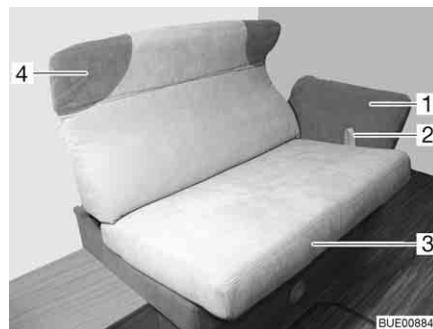

Fig. 98 Ajuste del banco longitudinal
- Tirar el lazo (Fig. 98,2) hacia arriba y tirar la superficie del asiento (Fig. 98,3) cuidadosamente hacia delante sobre los rieles.
- Sujetar el cojín de nuca (Fig. 98,4) con ambas manos y girarlo cuidadosamente hacia arriba o hacia abajo a la posición deseada.
- Sujetar el reposabrazos (Fig. 98,1) con ambas manos y girarlo cuidadosamente hacia abajo o hacia arriba a la posición deseada.